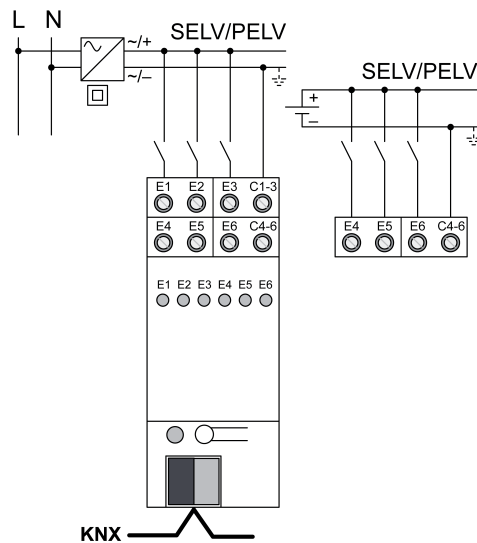

Bild 3: Anslutning av SELV/PELV-strömkretsar
- SELV/PELV-strömkretsar enligt anslutningsexemplet (bild 3) anslut. Observera polaritet.